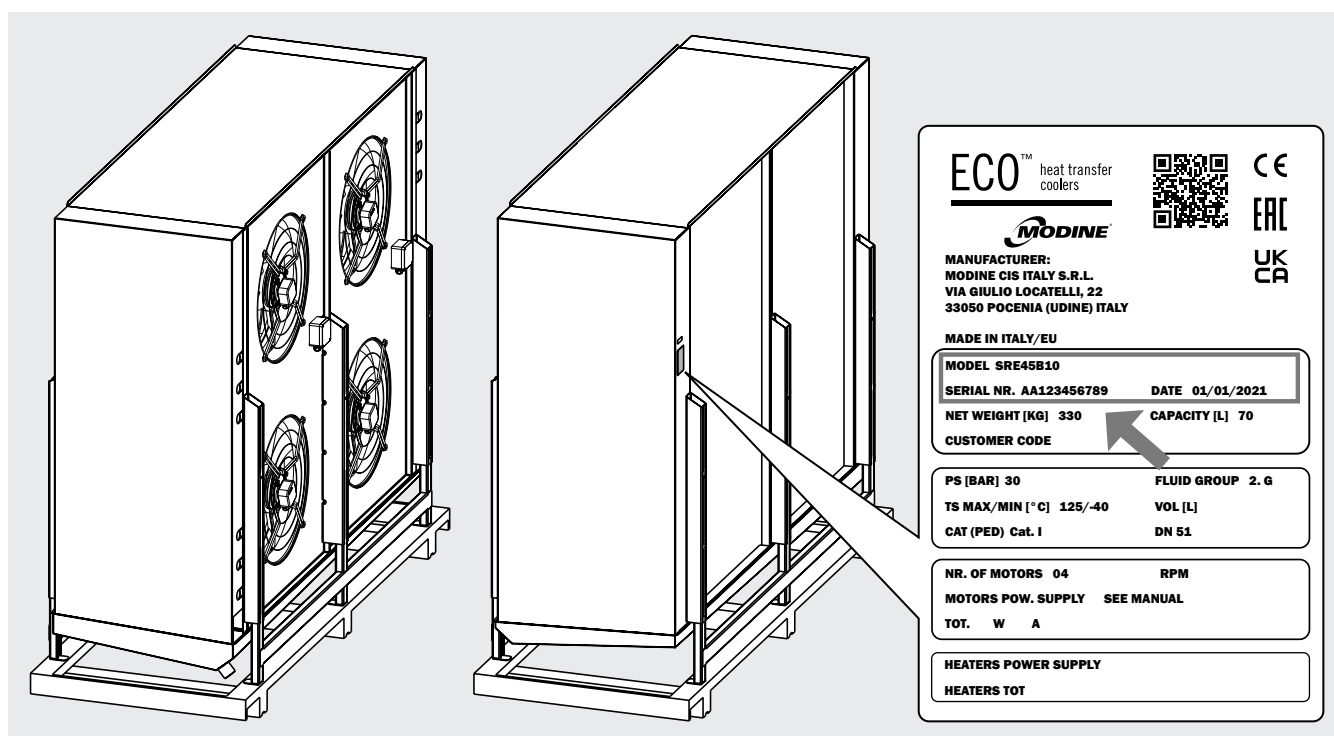

Figura 1
- 3.1 Para cualquier comunicación, pedido de asistencia o repuestos, suministrar el nombre del modelo y el número de serie colocado en la placa de datos. Véase Figura 1.